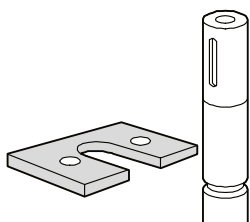

fig. 14
- Para las bombas con sellado mecánico retirar tres tornillos de la tapa del sellado, insertar la plantilla en la ranura realizada sobre el eje (**fig. 14**) y bloquear la plantilla con dos tornillos.
- Para las bombas con estopada elevar la brida prensaestopas y en su lugar fijar la plantilla (**fig. 14**), luego de haberla insertado en la ranura del eje.